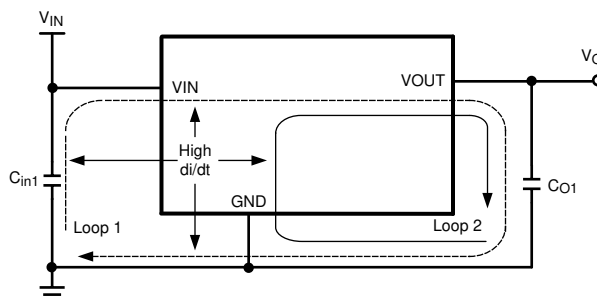

図 9-1. 最小化する重要な電流ループ
EMI 低減の観点から、図 9-1 に示すように、PCB レイアウト中に高 di/dt パスを最小限に抑えることが不可欠です。オーバーラップしない大電流ループには高 di/dt 成分が含まれたため、入力コンデンサ (C_{IN1}) を LMZ22005 から離れた場所に配置した場合に、出力ピンに観測可能な高周波ノイズが発生します。そのため、 C_{IN1} は、LMZ22005 の V_{IN} と PGND の露出パッドにできるだけ近づけて配置します。これにより、高 di/dt の面積が最小化され、放射 EMI が低減されます。入力コンデンサと出力コンデンサのグラウンド接続はいずれも、PGND 露出パッド (EP) に接続される局所的な最上面プレーンで構成される必要があります。